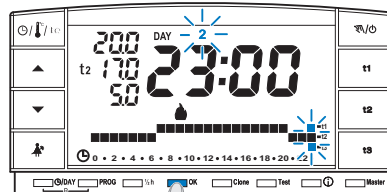

fig. 16
- Une fois complété le profil journalier, appuyer sur **OK** pour l'enregistrer; puis passer à la modification du profil relatif à un autre jour ou bien appuyer sur la touche **OK pendant 4 secondes** pour enregistrer le nouveau programme hebdomadaire (fig. 16).